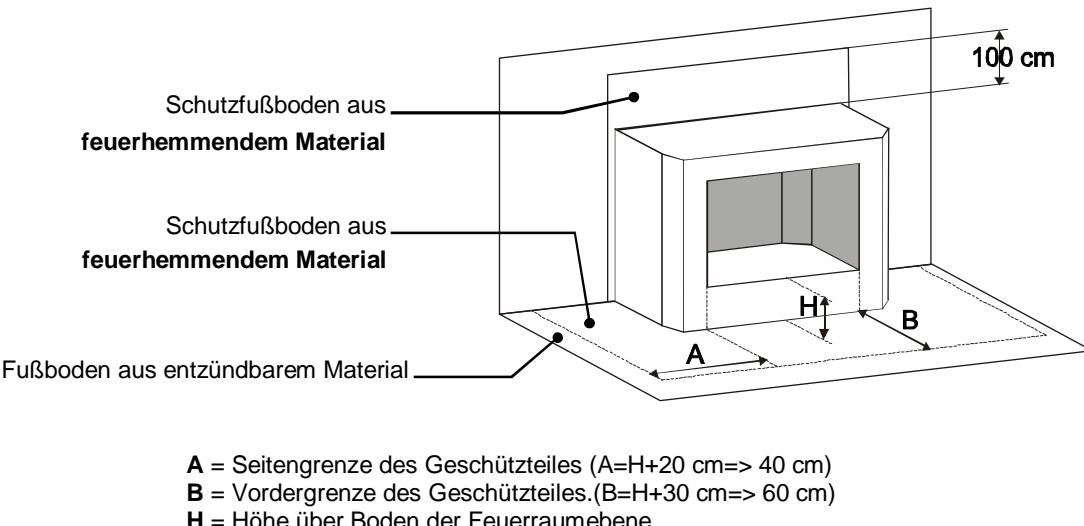

ABB. 2
- Um eine ausreichende Wärmedämmung zu gewährleisten, muss die Mindestanforderungen für Sicherheitsabstand (siehe ABB. 2 - A) eingehalten werden. **Alle Sicherheitsabstände sind auf der Typenschild des Produktes gezeigt und sollten nicht unter der angegebenen Werte liegen;**